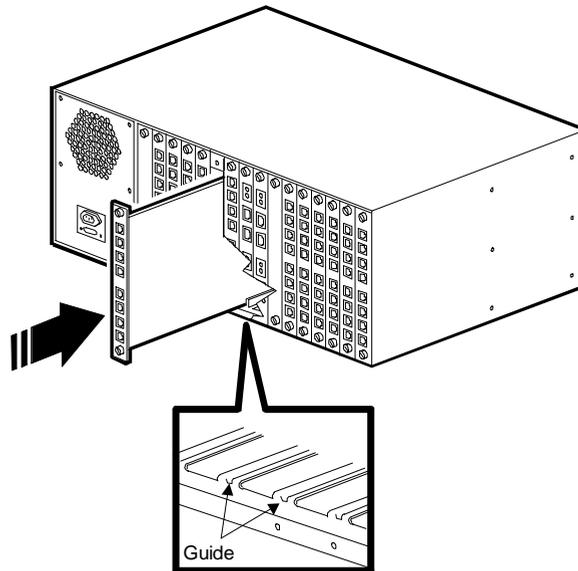

Figura 2-6. Inserimento delle schede adattatrici del modem
2. Partendo dallo slot 1, afferrare la scheda adattatrice del modem dal bordo con il pannello posteriore rivolto verso di sé e allineare la scheda con le guide metalliche dello slot in cui si desidera installare la scheda. Consultare Figura 2-6.